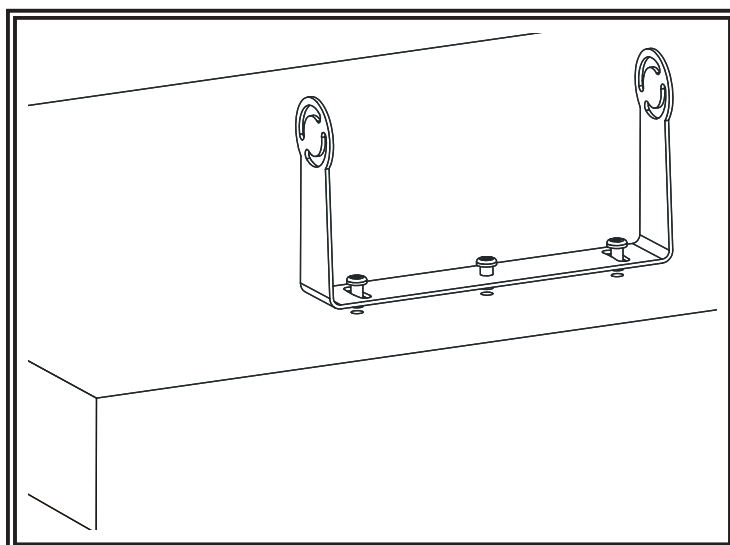

Figura 4
1. Elija la posición adecuada en el vehículo y fije la abrazadera del soporte en U con tornillos (Figura 4).